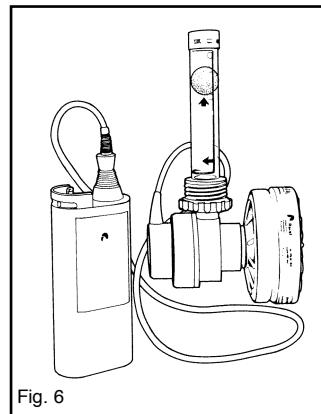

Fig. 6
2. Insérer la base du débitmètre dans l'orifice de sortie de l'ensemble souffleur et filtre (fig. 6). Tourner l'interrupteur du bloc-batterie à la position marche (ON).
Le filtre SP3 3M utilisé avec le système Powerflow™ 3M™ doit être changé lorsqu'il est encastré ou si le débit d'air diminue pendant la vérification de l'ajustement (fig. 6) Vérifier fréquemment le système à l'aide du débitmètre fourni et se conformer aux exigences de débit du système 3M. La durée utile du filtre varie en fonction de la concentration des particules. Mettre les filtres usés au rebut conformément aux lois et aux règlements fédéraux, provinciaux et municipaux en vigueur.